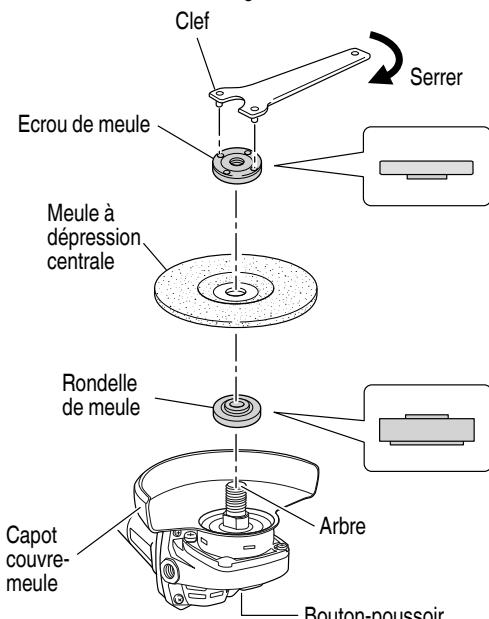

Fig. 5
S'assurer que la bouton-poussoir n'est pas engagée appuyant dessus deux ou trois fois avant de mettre la meuleuse à disque en marche. (Fig. 5)
- (1) Mettre la meuleuse à disque à l'envers de façon que l'arbre soit dirigé vers le haut.
- (2) Aligner l'entaille de forme ovale de la rondelle de meule avec l'encoche de l'arbre, puis les attacher.
- (3) Positionner la protubérance de la meule à dépression centrale sur la rondelle de meule.
- (4) Visser l'écrou de meule sur l'arbre.
- (5) Tout en poussant sur la bouton-poussoir avec une main, verrouiller l'arbre en tournant doucement la meule à dépression centrale avec l'autre main. Serrer l'écrou de meule en utilisant la clé fournie comme montré sur la Fig. 5.